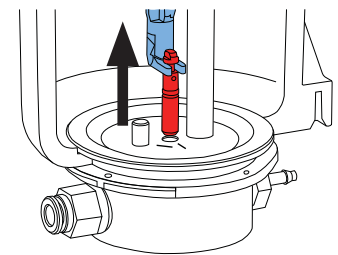

Abb. 11
- Dosierdüse mit Werkzeug fassen und nach oben herausziehen (Abb.11)